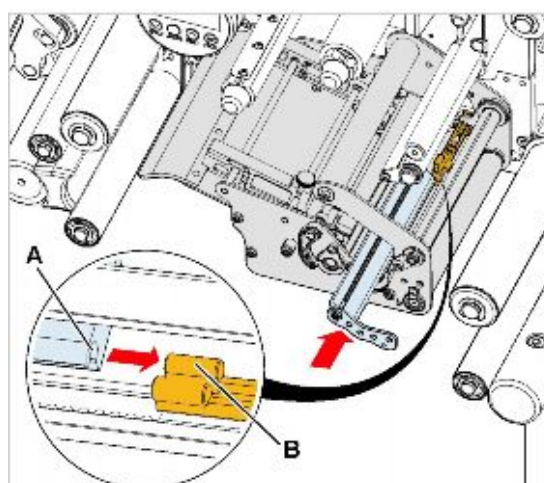

Рис. 20. Направляющий выступ (В) на датчике этикетки
- ▣ Убедитесь, что задний направляющий выступ (Рис. 20В) на датчике этикетки вошел в паз на направляющей материала (Рис. 20А).